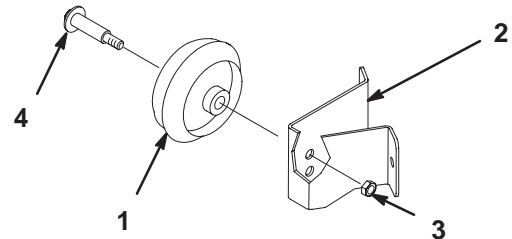

Figure 11
1. Pour modifier la hauteur des roues avant de la tondeuse, retirez le boulon de fixation de la roue et le changez de trou (Fig. 11).
2. Utiliser le trou du haut pour la plus petite hauteur de coupe, et le trou du bas pour les hauteurs de coupe supérieures (Fig. 11).